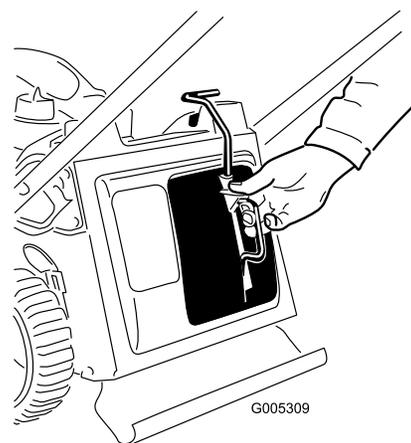
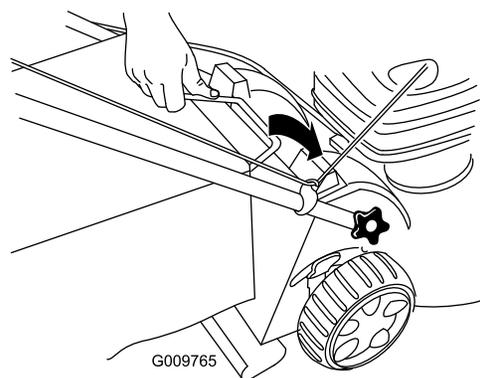

Figure 15
Figure 16
1. Montez l'obturateur de mulching (Figure 15) ou le bac à herbe (Figure 16) sur la tondeuse.